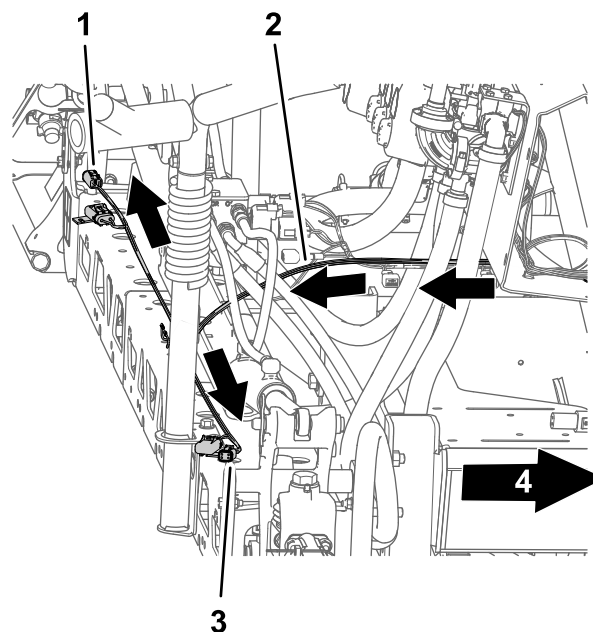

Bild 45
3. Verlegen Sie den Kitkabelbaum zum mittleren Sprühabschnitt (Bild 45) wie folgt: